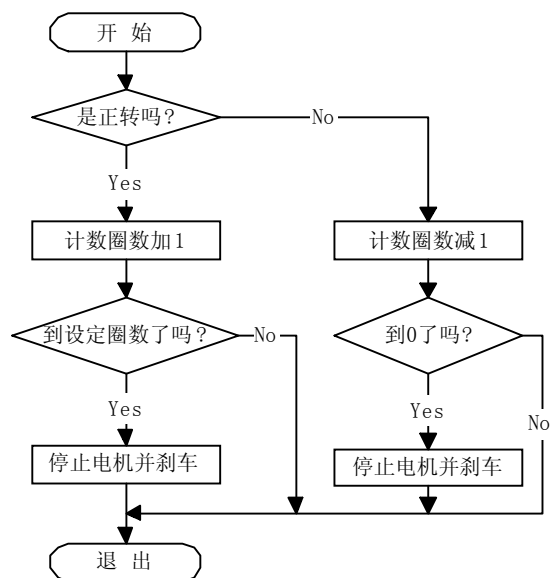

图 9 外部中断 1 流程图
1. 外部中断 1 主要完成计数和转向识别，流程图如图 9。